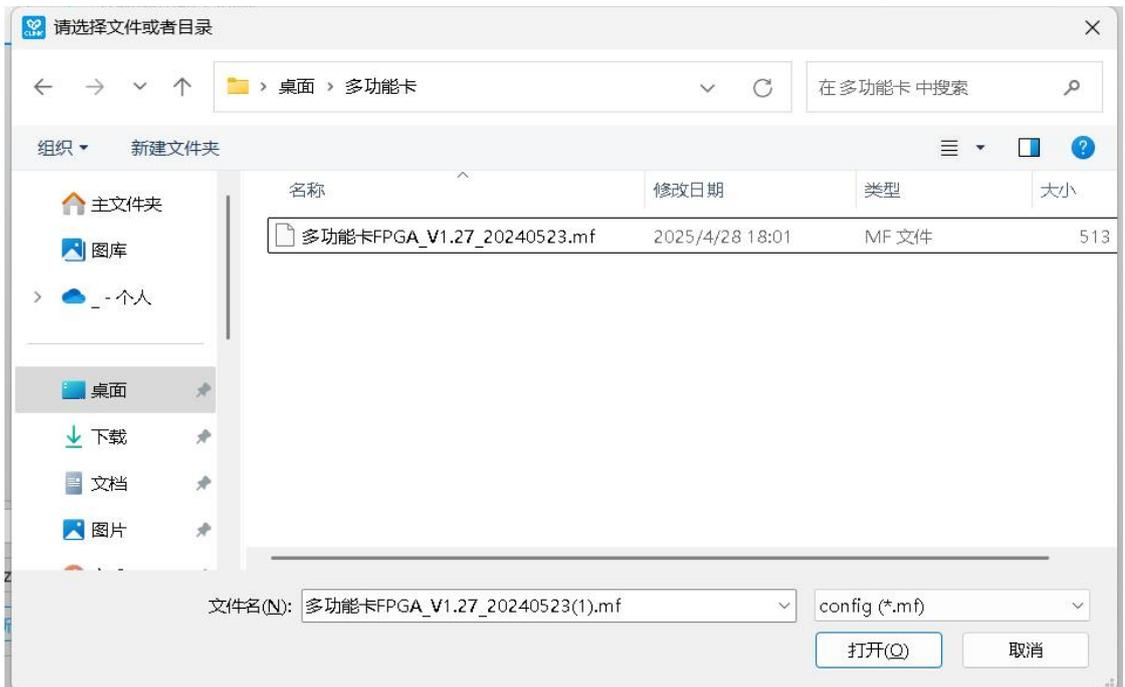

图 13-4 升级多功能卡
- 步骤 1 在“硬件信息”对话框中，选择“多功能卡升级”页签, 例图 13-4。